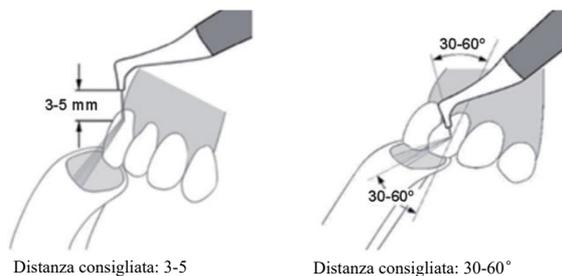

Fig. 5 Schema schematico della sabbatura sulle gengive
2.3.4.5 Allineare l'ugello alla superficie del dente. Si raccomanda di mantenere una distanza di 3-5 mm tra l'ugello e la superficie del dente. Si raccomanda che la direzione del getto d'aria e la superficie del dente formino un angolo di 30°-60°, come mostrato nella fig. 5.